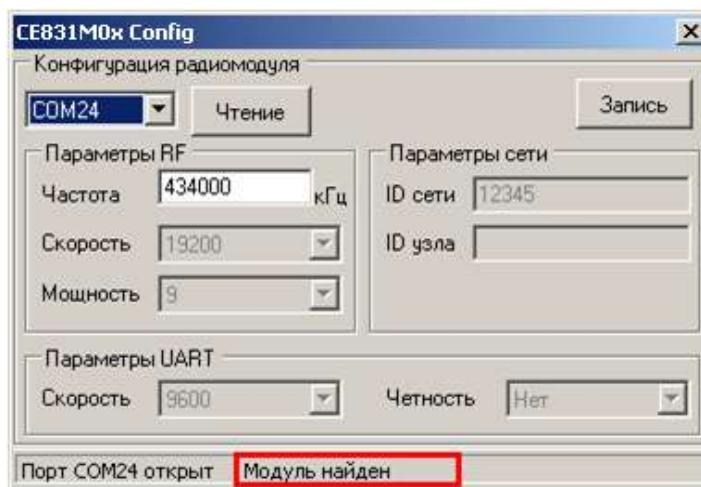

Рисунок 15 – Стока статуса после установления связи с радиомодулем
5.3.3.3.12 Подать питание на счетчик, при этом в строке статуса должна появиться надпись, «Модуль найден» (рисунок 15). В случае если модуль не найден, проверить правильность подключения модуля к ПК, отключить питание счетчика и повторно подать.
5.3.3.3.13 После того, как связь с радиомодулем счетчика установлена, частоту радиоканала радиомодуля можно изменить (если требуется). Для этого необходимо ввести новое значение частоты в соответствующее поле ввода (см. рисунок 15).